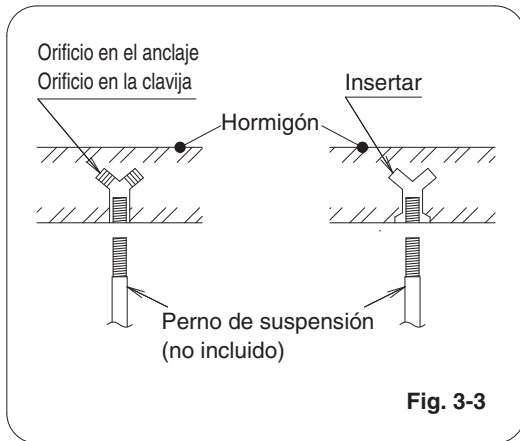

Fig. 3-3
- (2) Atornille los pernos de suspensión de forma que sobresalgan del techo como se muestra en la Fig. 3-3. (Si es necesario, corte el material del techo).